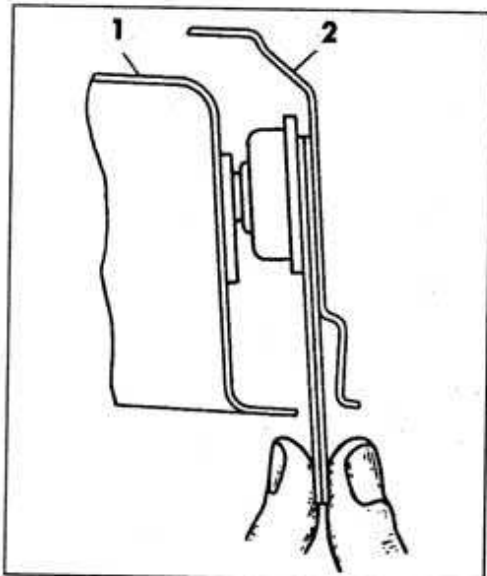

Рис. 8.12. Определение величины зазора между фиксатором и боковиной:
- прокладками 9 определить величину зазора между корпусом фиксатора и боковиной, используя для доступа зазор между дверью 1 (рис.8.12) и боковиной 2;